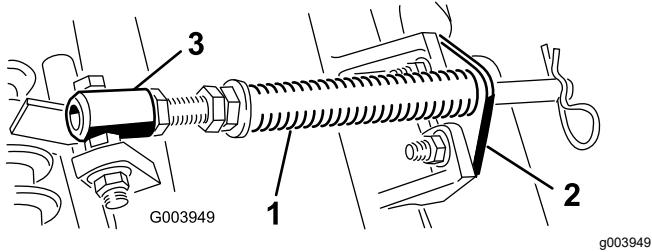

Figura 5
1. Retire los 2 pernos de cuello cuadrado y las tuercas que sujetan el soporte de la varilla a las pestañas de la unidad de corte (Figura 5).
2. Retire la tuerca con arandela prensada que fija el perno del tubo del muelle a la pestaña del bastidor de tiro (Figura 5), y retire el conjunto.